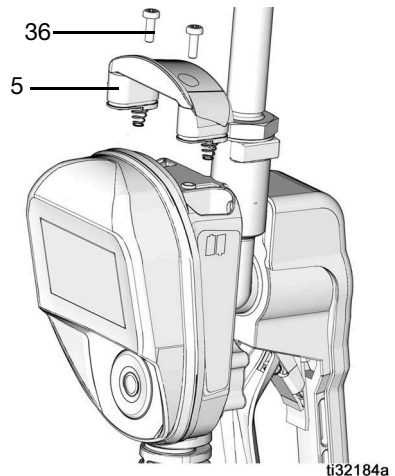

FIG. 49
5. Sätt tillbaka luckan (5) och skruvarna (36). Dra inte åt skruvarna (FIG. 49) för hårt.